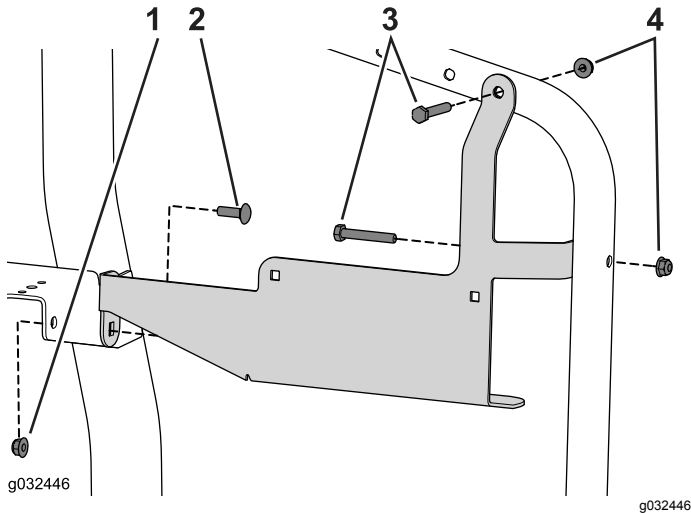

Figure 30
1. Fixez le support au cadre à l'aide des 3 boulons de carrosserie (5/16" x 1"), (5/16" x 1"), et des 3 écrous à embase (Figure 30).